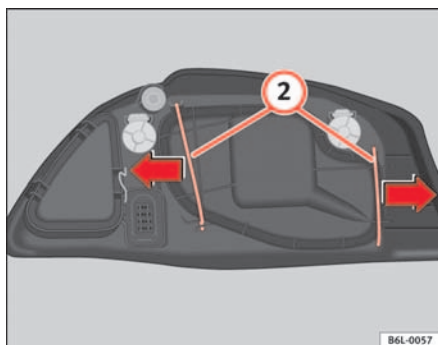

Abb. 142 Glühlampe Abblendlicht
- Die Streben **2** ⇒ Abb. 142 in Pfeilrichtung herauschieben und den Deckel abnehmen.
- Den Kunststoffdeckel und die Streben **2** ⇒ Abb. 142 einsetzen.